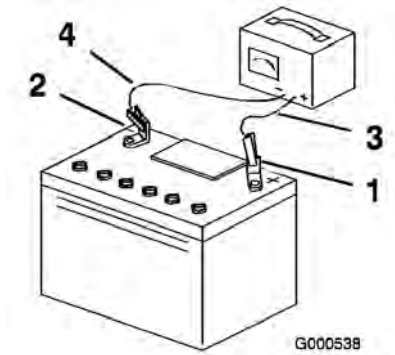

Bild 36
4. Ziehen Sie, wenn die Batterie voll geladen ist, den Stecker des Ladegeräts aus der Dose. Klemmen Sie dann die Klemmen des Ladegeräts von den Batteriepolen ab (Bild 36).